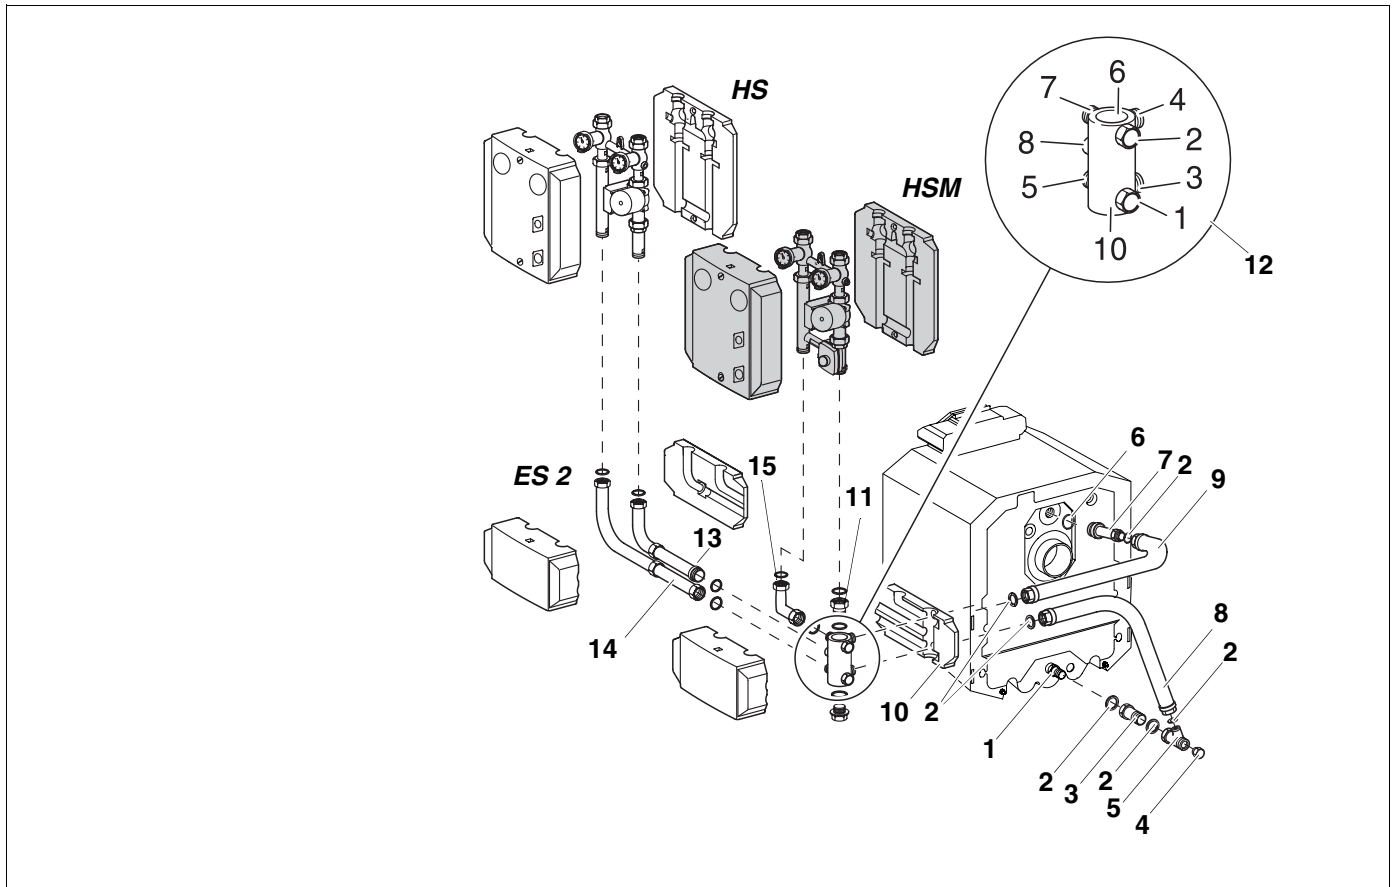

Abb. 9 Seitlich parallel Rechtsanbau
Legende zu Abb. 9
Die Nummerierung der Anschlüsse am eingebauten Multifunktionsverteiler muss unbedingt mit der Nummerierung in Abb. 9 übereinstimmen, sonst stimmen die Vor- und Rücklaufanschlüsse von der Kesselseite mit der Heizkreisseite nicht überein!
- Rücklaufrohr (8) mit dem langen Schenkel nach unten an den seitlichen Abgang des T-Stückes (5) ansetzen, Dichtung einlegen und Verschraubung anziehen.
- Kurzen Schenkel des Rücklaufrohres (8) in der Waagerechten ausrichten und die Verschraubung zwischen Verlängerungsstück (3) und T-Stück (5) anziehen.
- Hintere Verschlusskappe (4) auf das T-Stück (5) schrauben.
- Wärmedämmschale (10) ausschneiden und über das Vor- und Rücklaufrohr schieben.
- Multifunktionsverteiler (12) mit dem Abgang Nr. 4 an das Vorlaufrohr anschrauben.
- Das Adapterstück (11) mit O-Ring von oben in den Abgang Nr. 6 des Multifunktionsverteilers drehen.
- Dichtungen in die Winkelverschraubung (15) einlegen und die Winkelverschraubung mit dem langen Schenkel auf den Abgang Nr. 7 des Multifunktionsverteilers aufschrauben. Der Abgang der Winkelverschraubung (15) muss nach oben stehen.
- Dichtungen in das Adapterstück (11) und in die Winkelverschraubung (15) einlegen.
- Heizkreis-Set mit (HSM) oder ohne Mischer (HS) entsprechend Abb. 9 aufschrauben.